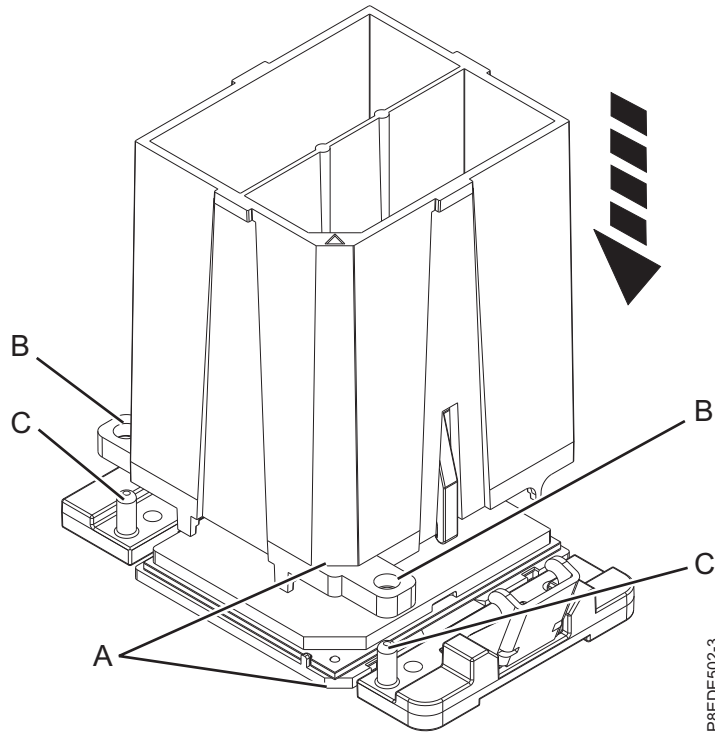

Figure 6. Abaissement de l'outil de retrait sur le module processeur système
- a. A l'aide de l'outil de retrait fourni, alignez l'angle biseauté (**A**) de ce dernier avec l'angle biseauté du module de processeur système, comme illustré dans la figure 6, à la page 8.